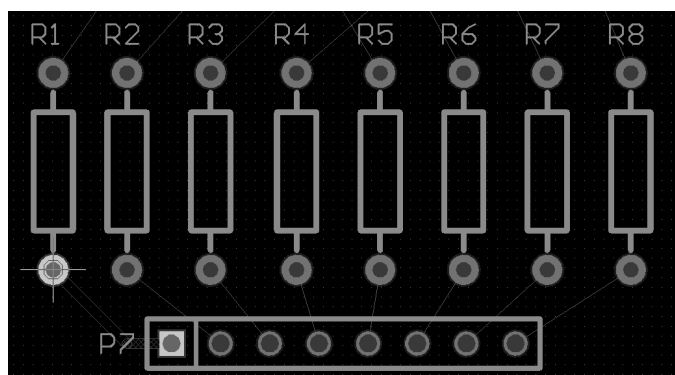

图 8-1-45 将鼠标指针移至电阻 R1 的下端焊盘处
(5) 将鼠标指针移至电阻 R1 的下端焊盘处，如图 8-1-45 所示。